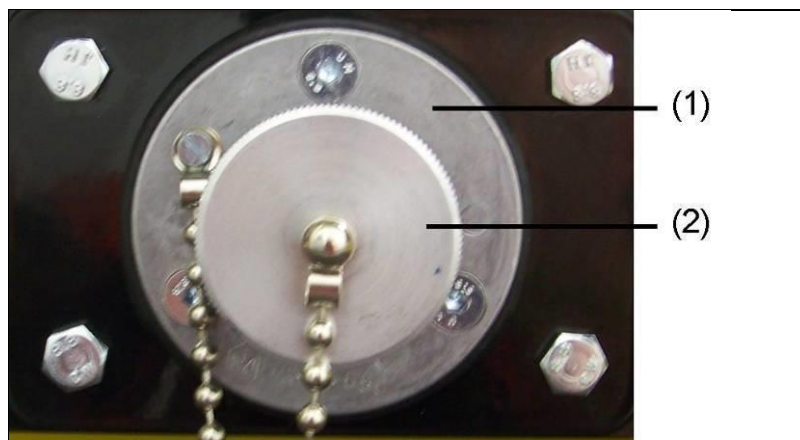

Abb. 5-9: Einrichtung Batterie Ladungserhalt anschließen
1. Abdeckung (Abb. 5-9-(2)) der Steckdose (Abb. 5-9-(1)) für den Ladungserhalt der Starterbatterie abschrauben.
2. Schutzkappe (Abb. 5-9-(2)) der Steckdose Einrichtung Ladungserhalt anschrauben.